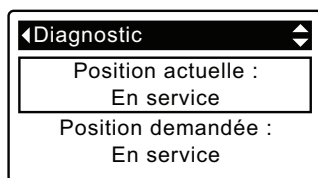

FIG. 89
4. Appuyez sur le bouton HAUT (▲) pour faire défiler les options du menu et mettre en évidence **Position actuelle** (cf. Figure 89).